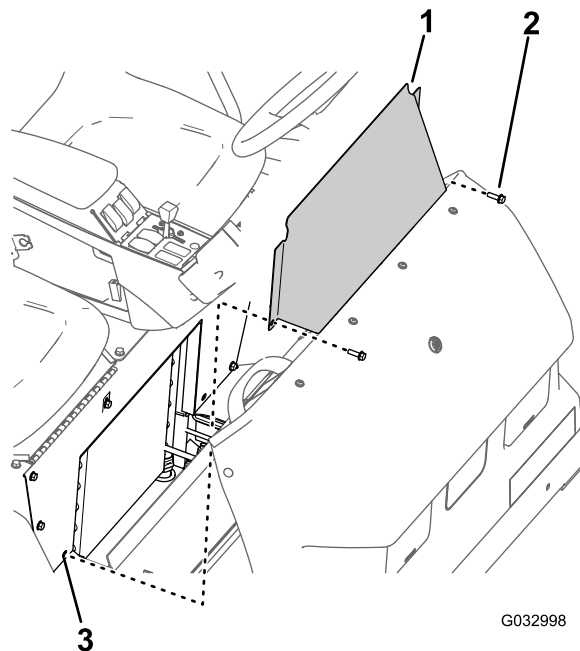

図 69
1. シートベースアクセスパネルを座席ベースに固定しているフランジヘッドボルト2本を取り外す 図 69。
2. 機体からシートベースアクセスパネルを外す 図 69。
1. シートベースアクセスパネルの穴を座席ベースの穴に合わせる 図 69。
2. シートベースアクセスパネルを座席ベースに固定する 図 69 1 シートベースアクセスパネルを外す (ページ 51) で外したフランジヘッドボルト2本を使用する。